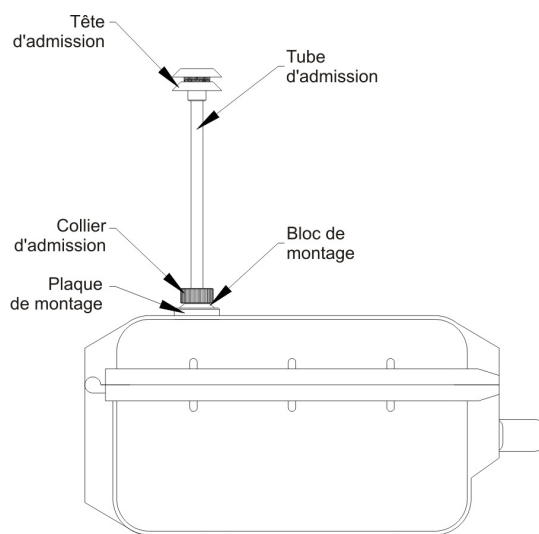

Figure 2 - Vue externe du Dust Detective.
1. Retirer le bouchon de protection contre la poussière et installer la tête/tube d'admission d'échantillon sur l'enveloppe (voir fig. 2).